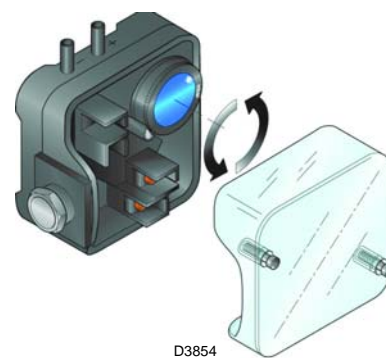

图 29
- ▶ 调整风压开关 (图 29) 到量程的开始位置。
在进行上述燃烧器各部分调节时，风压开关置于量程开始位置（图 29），上述所有调整结束后，方可调整风压开关。